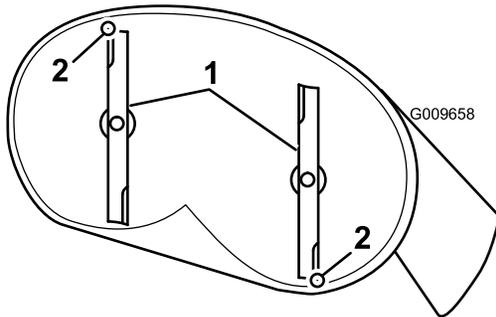
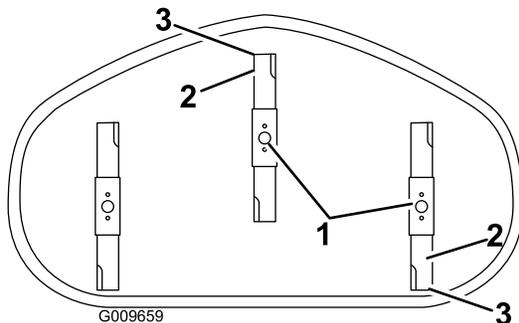

Figura 69
Figura 70
4. Gire cuidadosamente las cuchillas colocándolas en el sentido de avance de la máquina (Figura 69 y Figura 70).
5. Mida entre la punta de la cuchilla delantera y la superficie plana, y entre la punta de la cuchilla trasera y la superficie plana (Figura 69 y Figura 70).
- D. Después de realizar el ajuste, compruebe de nuevo la inclinación longitudinal, y siga ajustando la tuerca hasta que la punta de la cuchilla delantera esté entre 1.6 y 7.9 mm (1/16" y 5/16") más baja que la punta de la cuchilla trasera (Figura 69 y Figura 70).
- A. Afloje la tuerca de ajuste de la varilla de ajuste izquierda (Figura 70).